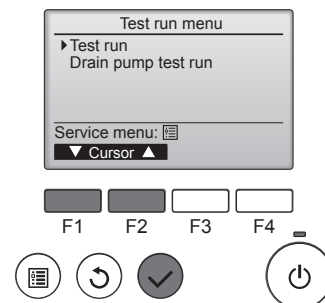

Fig. 7-2
- 2 Velg "Test run" (Testkjøring) fra Testkjøring-menyen, og trykk på [VELG]-knappen. (Fig. 7-2)